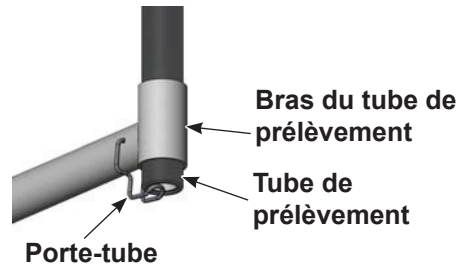

Figure 4-6 Utilisation du porte-tube de prélèvement
1. Voir la Figure 4-6. Soulever le tube de prélèvement et pivoter le porte-tube vers le bas et sous le tube de prélèvement pour le maintenir en place sur le bras.